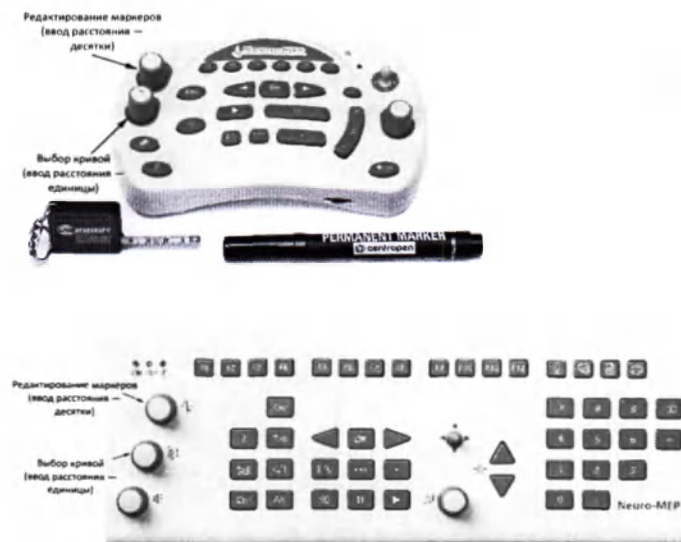

Рис. 114. Основные органы управления функциональной клавиатуры (компактная и расширенная версии клавиатуры)
Для ввода расстояния удобно использовать клавишу [F2]. После активации первого места в таблице можно отредактировать указанное расстояние. Для этого используйте цифровые клавиши клавиатуры компьютера или энкодеры функциональной клавиатуры, которые управляют маркерами и проводят выбор кривой. При активации места в таблице ручка управления маркерами меняет десятичные значения, ручка выбора кривых — единичные значения (рис. 114). При наличии расширенной версии клавиатуры расстояния можно вводить с нее с помощью цифровых клавиш.
- Проведите коррекцию положения маркера начала ответа (рис. 115). Для этого используйте мышь («перетаскивание» левой кнопкой) или клавиатуру (вращение энкодера, переход к следующему маркеру — нажатие энкодера (рис. 114)).